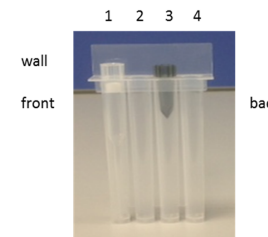

Figura 12: Disposição das pontas na Cassete da ponta
Certifique-se de que a Ponta (1) e o perfurador (3) estão colocados como mostrado na imagem abaixo (Figura 12).